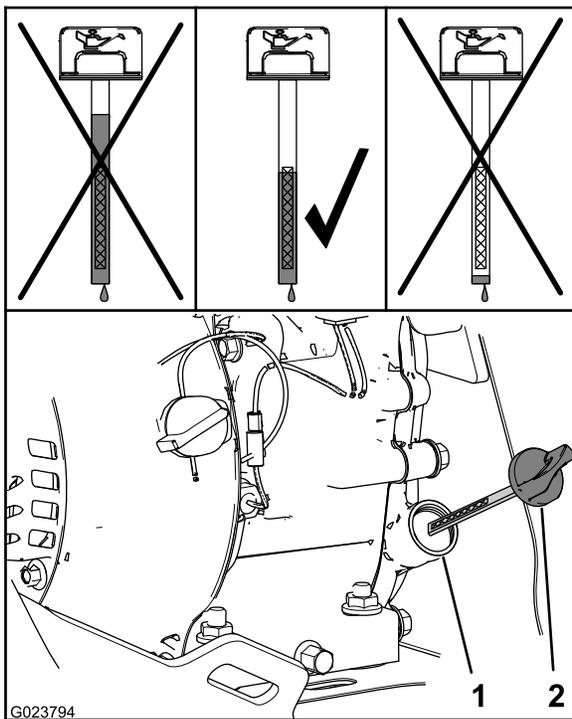

Figura 24
2. Retire la varilla y observe el nivel de aceite (Figura 24).
Nota: El nivel de aceite debe llegar a la parte superior del indicador de la varilla (Figura 24).
- A. Vierta el aceite especificado por el tubo de llenado (Figura 24).